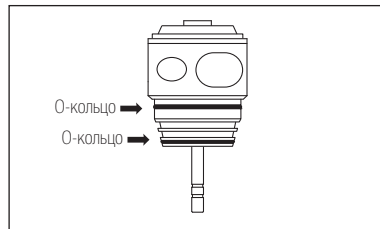

Рис. 10
- Убедитесь, что все O-кольца находятся на своем месте на картридже (Рис. 10).